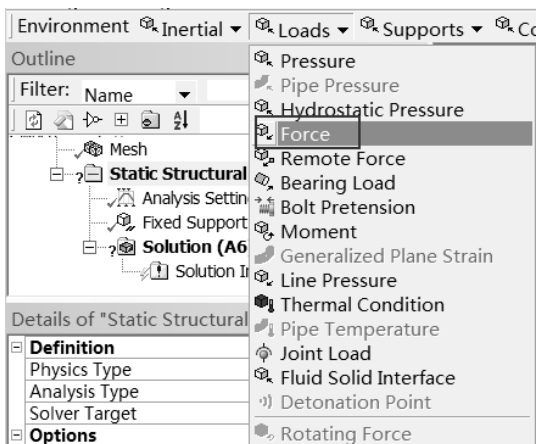

图 4-45 添加力
Step4：如同 Step2，选择 Environment 工具栏中的 Loads（载荷） Force（力）命令，如图 4-45 所示，此时在分析树中会出现 Force 选项。